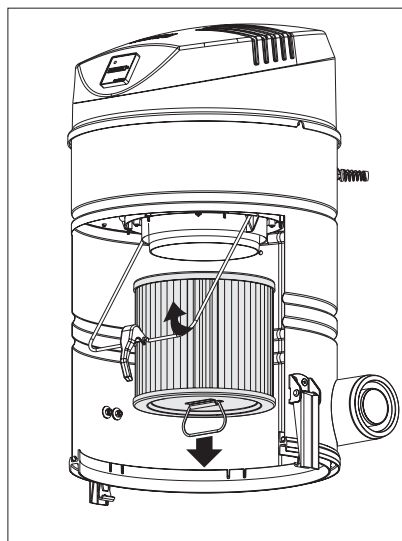

Fig. 37 Montarea și demontarea filtrului-cartuș
- Desfaceți clema de la filtrul-cartuș. Fig. 37